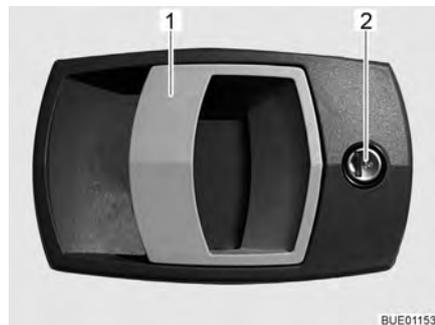

Fig. 26 Serratura della porta di ingresso, lato esterno
- Inserire la chiave nel cilindro della serratura (Fig. 26,2) e ruotare fino a quando la serratura della porta si sblocca.
- Tirare la maniglia della porta (Fig. 26,1). La porta è aperta.
- Inserire la chiave nel cilindro della serratura (Fig. 26,2) e ruotare fino a quando la serratura della porta si blocca.